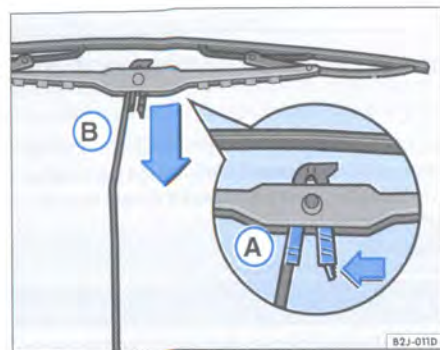

Fig. 119 Escobillas del limpiaparabrisas
- Apriete la traba de seguridad ⇒ fig. 119 A en el sentido de la flecha.